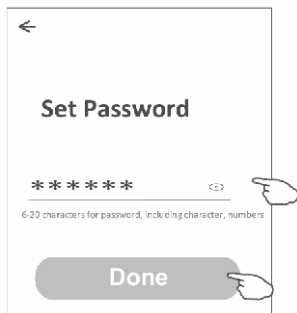

Рис. 12.
6. Установите пароль, состоящий от 6 до 20 символов, включая буквы и цифры (рис. 12).